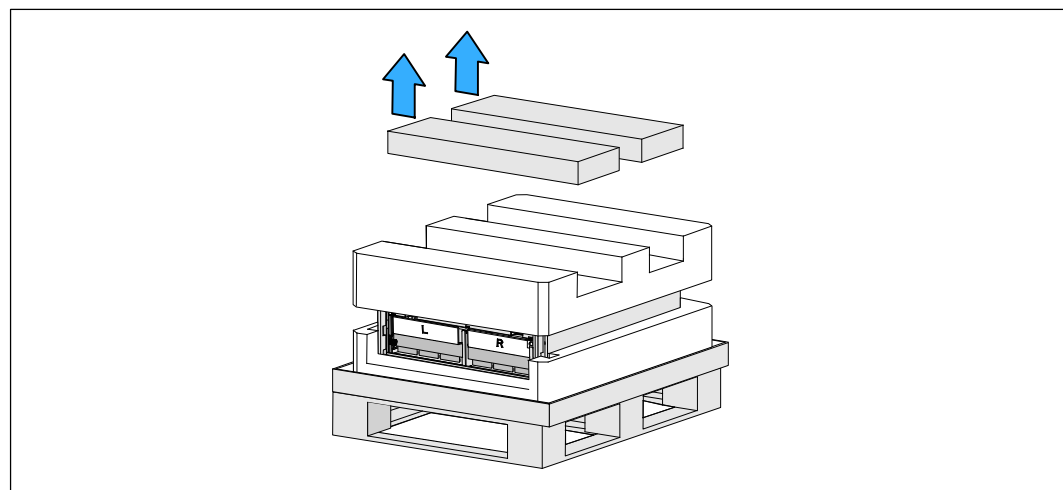

Рисунок 5. Изъятие ящиков с принадлежностями
- 3 Выньте два ящика с принадлежностями, находящиеся в рельефных каналах в верхней части пенопласта. Откройте ящики с принадлежностями и установите их на ровную устойчивую поверхность неподалеку (смотрите Рисунок 5).